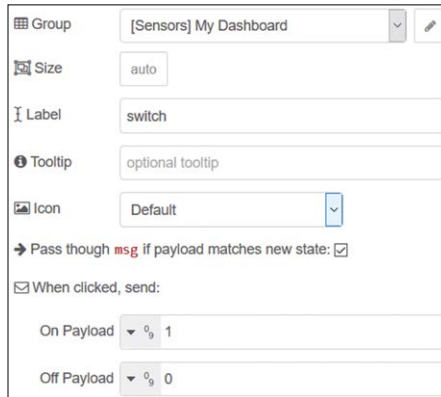

Figure 8.26 Configuration du nœud de commutation
- Créer un **commutateur** nœud et définir **Sur la charge utile** à 1, et **Charge utile hors service** à 0, comme indiqué dans la figure 8.26, cliquez sur **Terminé**